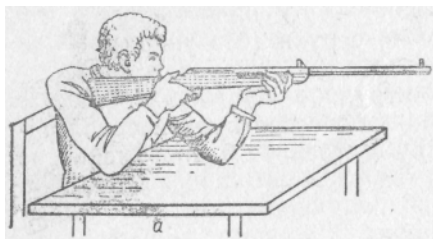

Рис. 35. Изготовка для стрельбы сидя за столом с опорой локтями о стол. Винтовка над левым локтем:
1. ИЗГОТОВКА ДЛЯ СТРЕЛЬБЫ СИДЯ ЗА СТОЛОМ ИЛИ СТОЯ ОКОЛО СТОЙКИ С ОПОРОЙ ЛОКТЕЙ НА СТОЛ ИЛИ СТОЙКУ (рис. 35)